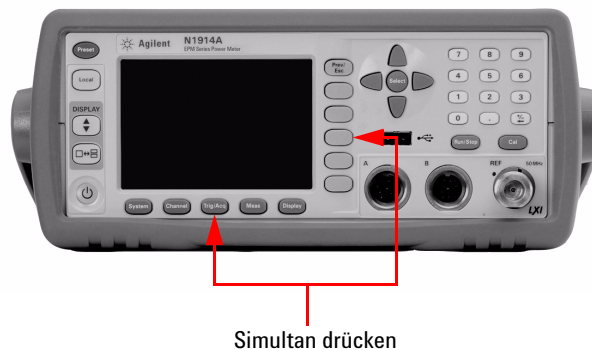

Abbildung 2-55 Aktivieren der Speicherlöschung mittels Tastenkombination
- 1 Drücken Sie sofort nach dem Einschalten simultan den vierten Softkey von oben und die Taste  (siehe Abbildung 2-55).